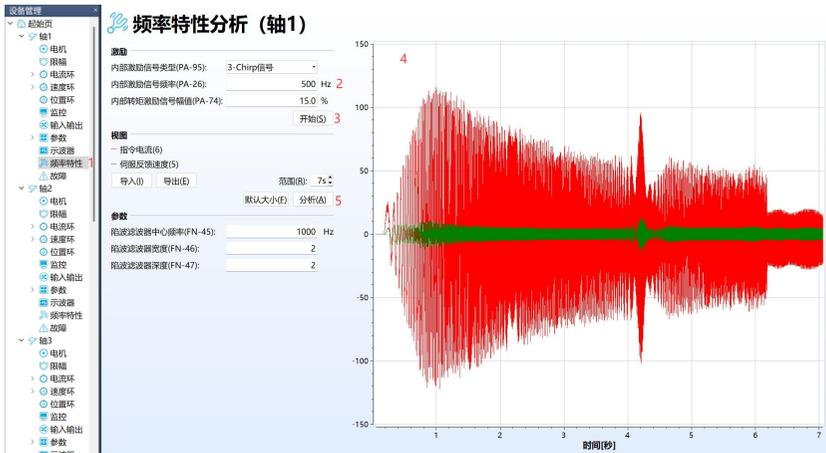

图 5-25 陷波频率采集界面
- ①在频率特性界面的“激励”栏修改相关参数，设备在运行时点击“开始”按钮，左边栏开始采集数据波形。待其停止后点击“分析”按钮，如下图 5-25。